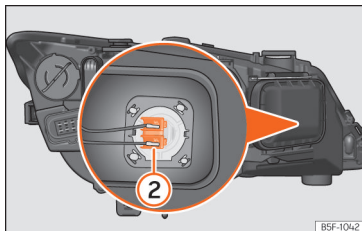

Fig. 60 Lampadina per abbaglianti.
- Premere lateralmente il connettore »» fig. 60 ② verso sinistra o destra e tirare.